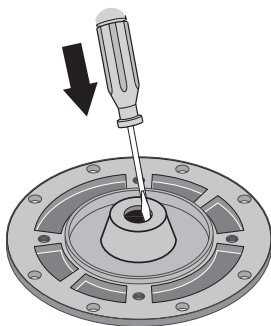

FIGURE 15 - RETIRER EN APPUYANT SUR LE JOINT
- Placez la plaque d'étanchéité, face vers le bas, sur une surface plane et enlevez la moitié de la face stationnaire du joint en appuyant dessus (figure 15).